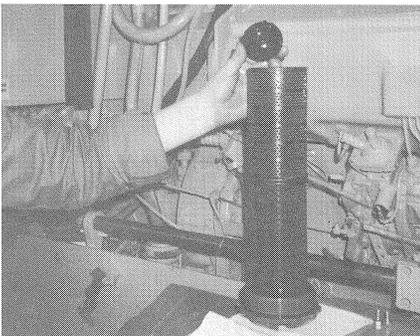

Bild 46
- Filtereinsatz aus dem Filterdeckel (Bild 46) ausbauen und durch neuen ersetzen.